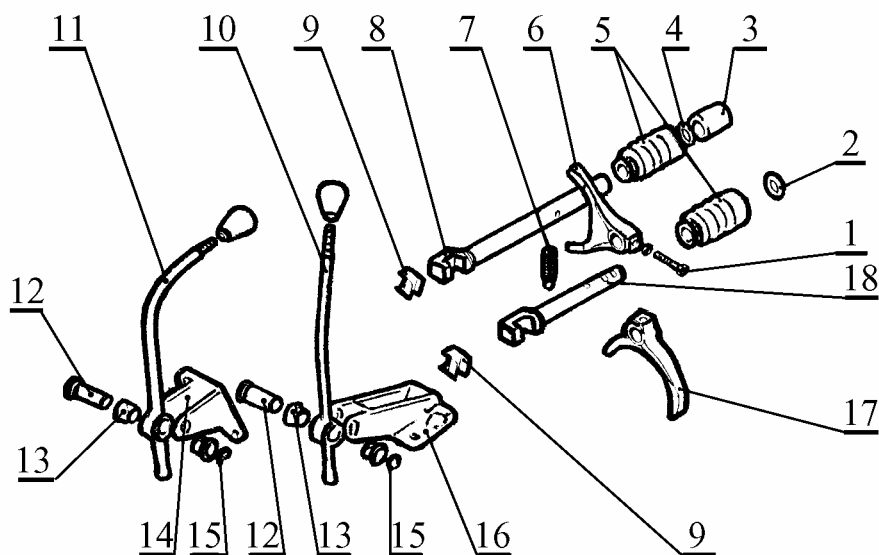
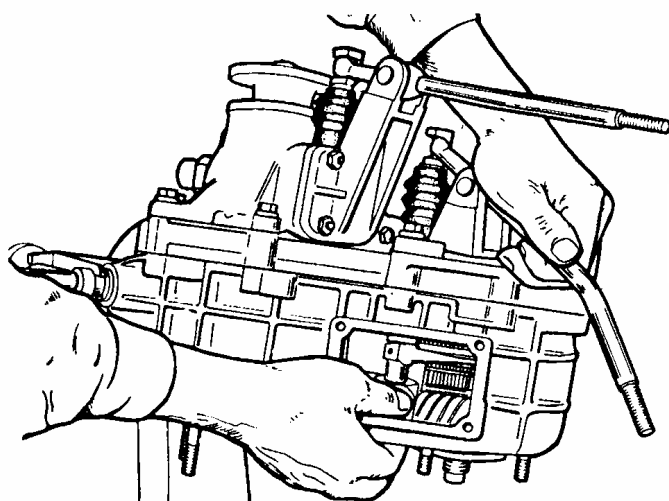

Рис.5. Детали механизма управления раздаточной коробкой:
Рис.6. Снятие штока переключения передач.
3.7 Отвернуть болт 1, рис.5, крепления вилки 6 переключения передач. Закрывать отверстие гнезда фиксатора пальцем руки, как показано на рис.6, и извлечь шток 8, рис.5, вилку 6, дистанционную втулку 3, пружину и шарик фиксатора, снять со штока чехол 5 и пружину 9 (головка сменная 10, удлинитель и гайковёрт типа ИП-3111 или ключ торцовый 10 мм 67.7812-9521).
3.13.8 Извлечь из крышки картера уплотнительное кольцо 4, рис.5 (отвёртка плоская или пинцет).
3.17.2 Отвернуть гайки крепления крышки 16, рис.5, картера привода переднего моста, снять крышку с рычагом 10, извлечь пружину 7 и шарик фиксатора (головка сменная 13, удлинитель и гайковёрт типа ИП-3111 или ключ торцовый 13 А.50088, лопатка монтажная, молоток с пластмассовым бойком).
3.17.6 Извлечь из картера сальник и уплотнительное кольцо 2, рис.5 (отвертка плоская).
– прокладки, сальники, уплотнительные кольца, чехлы, подшипники, пружины 9, рис.5, штока и пружины 7 фиксатора штока;